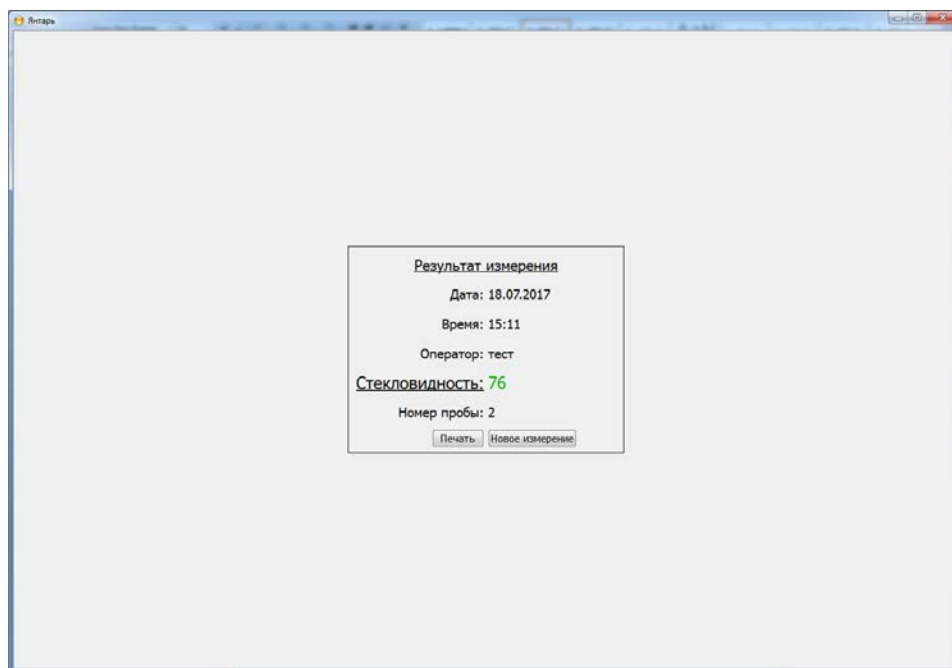

Рисунок 6.7. Результат измерения.
- после выбора стекловидных и мучнистых зёрен необходимо нажать кнопку «Рассчитать». Результаты определения стекловидности отобразятся в открывшемся окне «Результат измерения» (Рисунок 6.7);
- После этого программа оценит зерна по выбранной калибровке и выведет результат в виде протокола измерения (Рисунок 6.7).